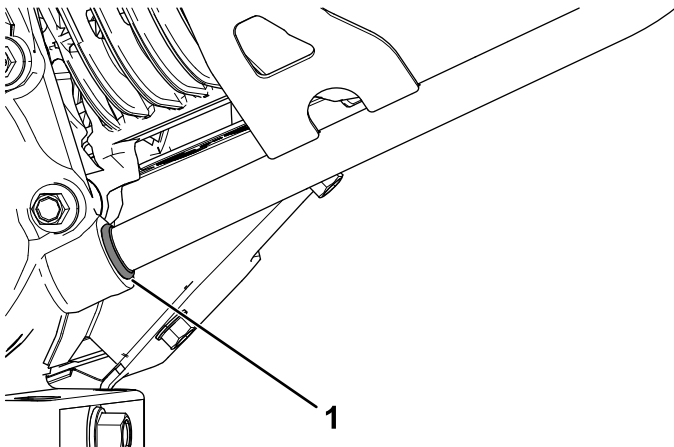

Figura 10
7. Certifique-se de que a parte inferior do tubo da vareta está alinhado com a abertura do tubo (Figura 10).